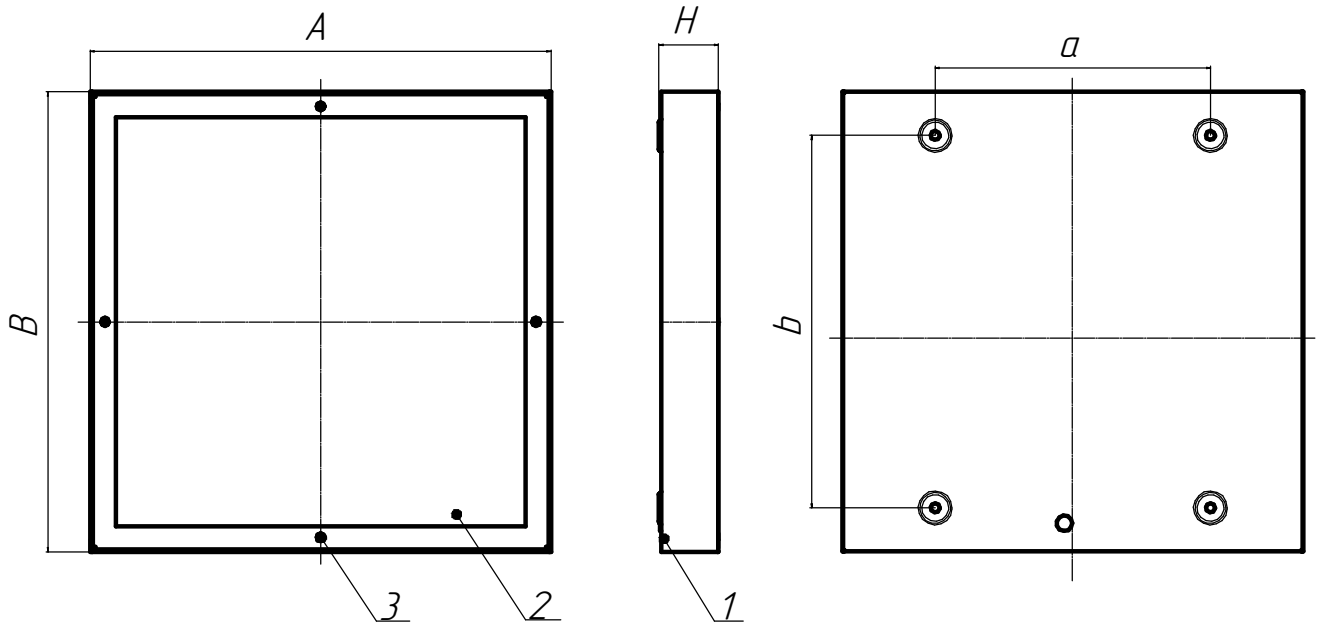

Рисунок 1 - Общий вид светильников
5.3 Снимите обечайку в сборе (поз.2) рисунок 1, предварительно открутив 4 винта (поз.3).
5.9 Установите обечайку в сборе (поз.2) рисунок 1, на корпус в сборе (поз.1), предварительно закрутив 4 винта при помощи отвертки (поз.3).